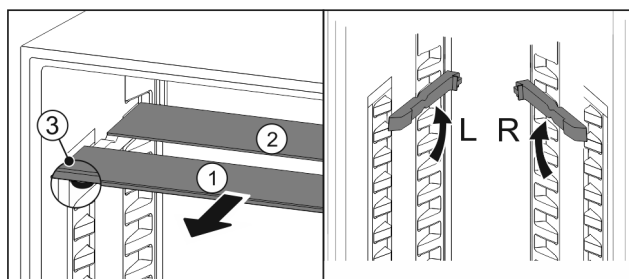

Fig. 120
- ▶ Retire las planchas de cristal individualmente hacia delante Fig. 120 (1).
- ▷ La placa de vidrio Fig. 120 (1) con moldura está situada delante.
- ▷ Los topes Fig. 120 (3) miran hacia abajo.